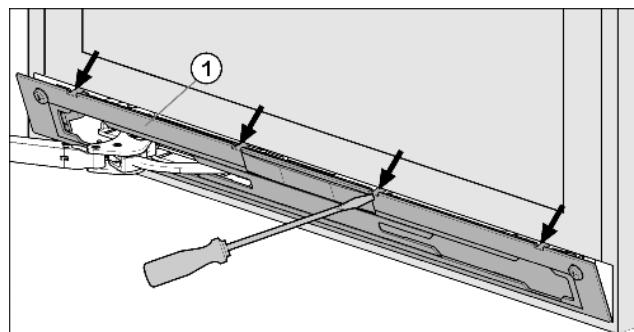

Fig. 4
- Выберите накладку Fig. 4 (1) из зацепления и снимите ее с помощью шлицевой отвертки.